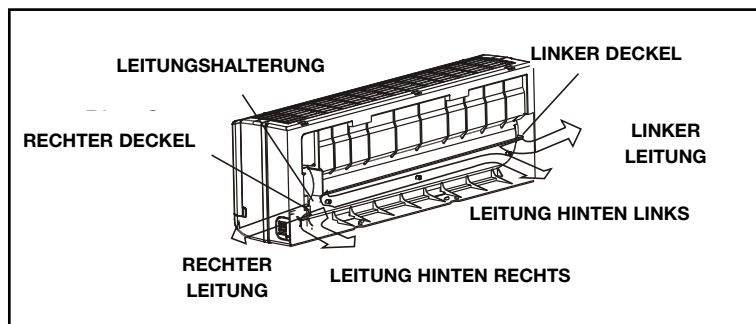

Abb. 4
1. Nehmen Sie die Schutzabdeckung der Leitung (je nach Verlauf der Leitung rechts oder links gelegen) vom Seitenpaneel (Abb. 4.)